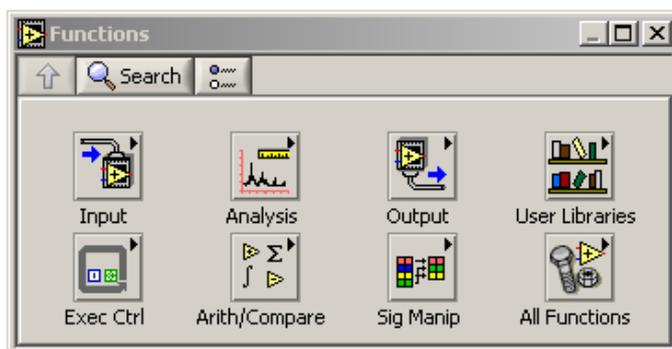

Рис. 5. Палитра Functions (Функции)
3. Если палитра функций **Functionspalette** (рис.5) не видна, ее можно вызвать, выбрав команду меню **Window** » **ShowFunctionsPalette** или правой кнопкой мыши на блок-диаграмме.